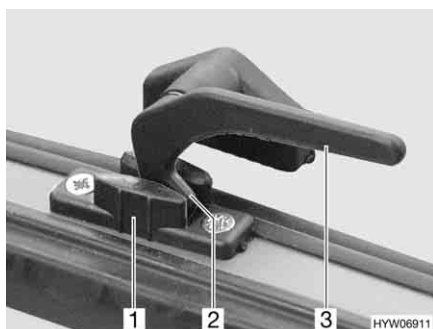

Fig. 53 Leva di serraggio in posizione "Aerazione continua"
- In posizione di "Aerazione continua" (Fig. 53)
- Ruotare la leva di serraggio (Fig. 53,3) di un quarto di giro verso il centro della finestra.
- Ruotare la leva di serraggio di un quarto di giro verso il telaio della finestra. Riportare contemporaneamente il nasello di chiusura (Fig. 53,2) nella rientranza della chiusura della finestra (Fig. 53,1).